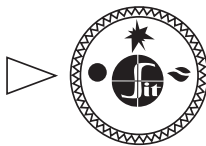

Рис. 9.
- 7.2. В исходном (выключенном) положении ручк управлени н ходится в положении «точк » (рис. 9). Пилотн я и основные горелки пог шены (под ч г з к ним з блокиров н).
- 7.5. **Выключение пп р т** производится путем поворот ручки в положение «точк » (рис. 9). При этом пилотн я и основные горелки (если горят) пог шнут.